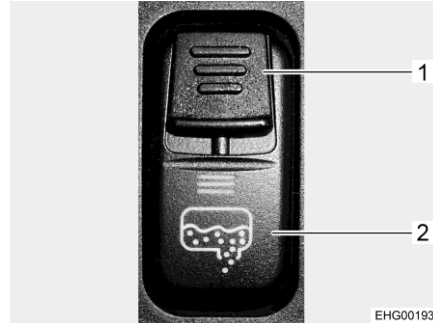

Bild 211 Wippschalter (Abwasserentleerung)
- Sicherungsschieber (Bild 211,1) am Wippschalter nach unten schieben und gleichzeitig Wippschalter (Bild 211,2) unten drücken. Das Ablassventil wird dadurch geöffnet und der Abwassertank wird entleert. Die LED leuchtet, solange das Ablassventil geöffnet ist.